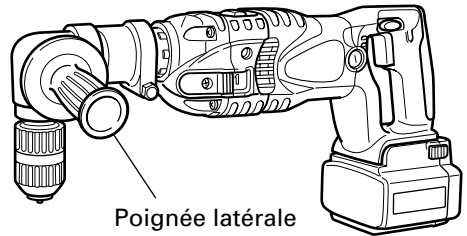

Fig. 14
(3) Installation de la poignée latérale et du joint de poignée (Fig. 14)